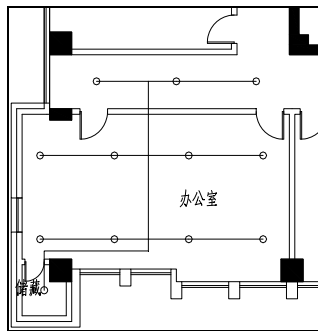

图 14-38 绘制喷淋管线
⑦ 绘制管线。在命令行中输入 HZGX 命令按回车键，在弹出的【管线】对话框中单击“喷淋”按钮；根据命令行的提示，分别指定管线的起点和终点，绘制管线的结果如图 14-38 所示。